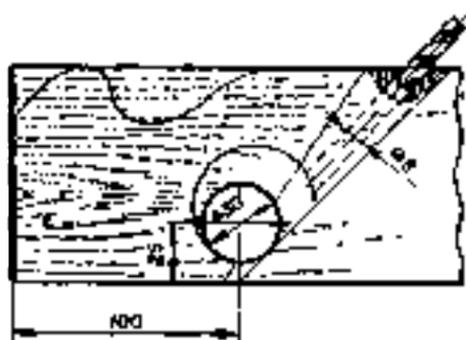

Рис. 149. Отверстия в колодке зубила.
4. Просверлить отверстия для вылета стружки и для клина (рис. 149).